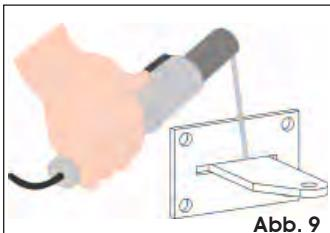

Abb. 9
- i- Den hinteren Bügel an der anzuschraubenden Platte befestigen und hierzu in den entsprechenden Schlitz einführen (Abb. 9).